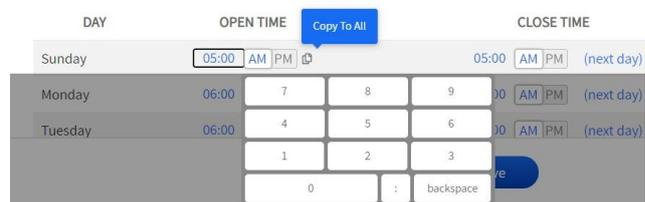

Abb. 1.10
**Zeitfelder/Wertfelder:** Wenn eines dieser Felder anklicken, können Sie es über eine Popup-Tastatur bearbeiten (siehe Abb. 1.10). Über die Backspace-Taste können Sie das Feld löschen, über die Ziffertasten einen Zeitwert eingeben und über die Doppelpunktaste Stunden und Minuten voneinander trennen. Klicken Sie auf die Schaltfläche „Copy to All“, um einen Wert